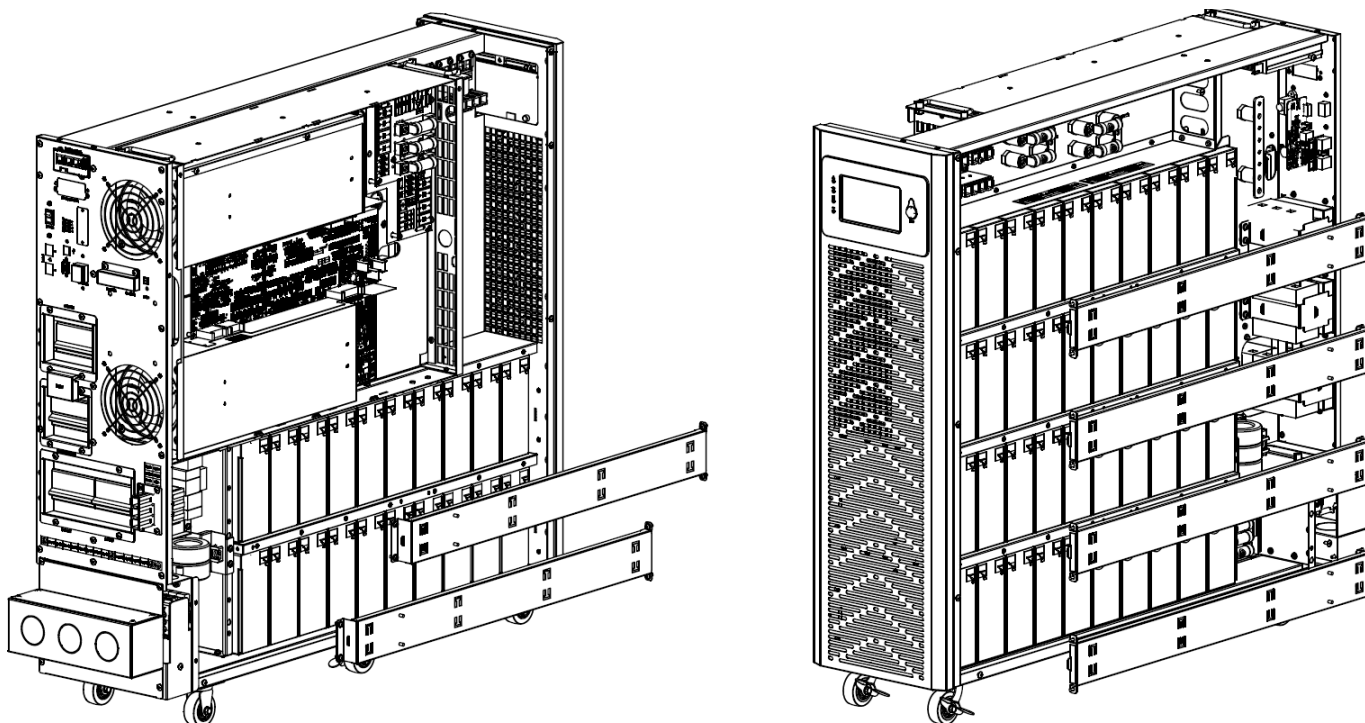

Figura 3-12: Reinstale las barras de soporte de la batería
- Reinstale las seis barras del soporte de la batería retiradas en el paso 3 (Figura 3-12).